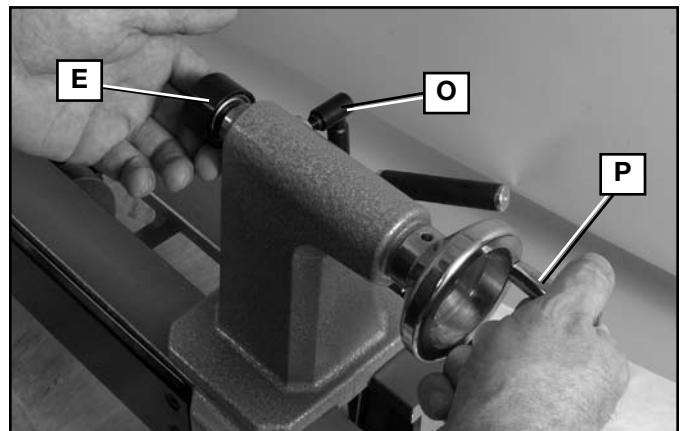

Fig. 27
2. Faire avancer la pointe d'entraînement (E) en tournant la manivelle (P) de la poupée mobile, fig. 27, jusqu'à ce que le centre touche la pièce.
4. Bloquer le fourreau au moyen de la vis de blocage (O).